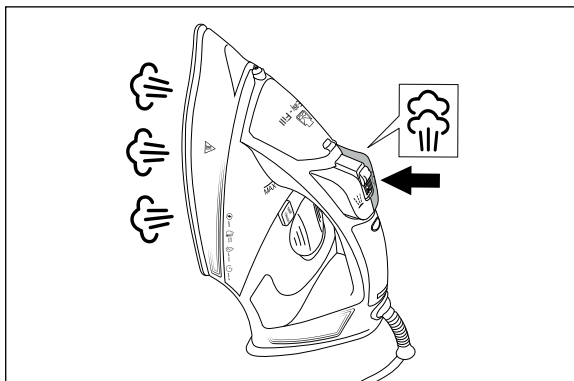

Rys. 6
- ▶ Funkcja uderzenia pary umożliwia generowanie pojedynczych uderzeń pary podczas prasowania z parą oraz bez pary (regulator pary ③ w pozycji 0).
- 1) Odczekaj aż żelazko parowe się nagrzej, a dioda LED wskaźnika grzania ⑧ będzie świecić w sposób ciągły.
- 3) W odstępie ok. 5 sekund naciśnij kilka razy krótko przycisk uderzenia pary ④ (patrz rys. 6).
- 2) Całkowicie opróżnij zbiornik wody ❸ żelazka parowego przez otwór wlewu **Easy-Fill** ❷ do zlewu.
- 3) Zmieszaj 160 ml wody ze 160 ml **szybko działającego odkamieniacza DURGOL Universal** (proporcja 1:1) i wlej połowę roztworu z kubka miarowego ❹ do zbiornika wody ❸. Wlej drugą połowę roztworu odkamieniacza do płaskiego naczynia o odpowiedniej wielkości (np. płaski półmisek) do następującego teraz odkamienienia stopy żelazka ❶.
- 5) Skieruj dyszę wody ❶ na ręcznik i naciśnij przycisk funkcji spryskiwania  ❺ ok. 20 razy (patrz rys. 6).
- 6) Przytrzymaj żelazko parowe w pozycji poziomej nad zlewem lub miską i trzymaj wciśnięty przycisk **self clean** ❻. Poruszaj przy tym lekko żelazkiem parowym tam i z powrotem. Wychylaj i przechylaj je nieznacznie, aby zawartość zbiornika wody ❸ wyciekła z otworów wylotowych pary ❻ w stopie żelazka ❶.
- 7) Zwolnij przycisk **self clean** ❻ od razu, kiedy z otworów wylotowych pary ❻ zacznie wyciekać znacznie mniej cieczy. Pozostałą zawartość zbiornika wody ❸ całkowicie wylej do zlewu przez otwór wlewowy **Easy-Fill** ❷.
- 8) Nalej z kubka miarowego ❹ wodę z kranu lub destylowaną do oznaczenia **MAX** na zbiorniku wody ❸ (patrz rozdział **Napełnianie zbiornika wody**). Powtórz kroki od 5 do 7 dwukrotnie.
- 9) Aby odkamienić stopę żelazka ❶, wstaw żelazko parowe w płaskie naczynie o dostatecznej wielkości (np. płaski półmisek). Do tego półmiska wlanej został wcześniej roztwór odkamieniacza (patrz krok 3).
- 12) Wlej świeżej wody do naczynia i zanurz stopę żelazka ⑪ kilka razy, aby ją przepłukać.
- 13) Wyjmij żelazko parowe z naczynia i wysusz stopę żelazka ⑪ miękką ścierką.